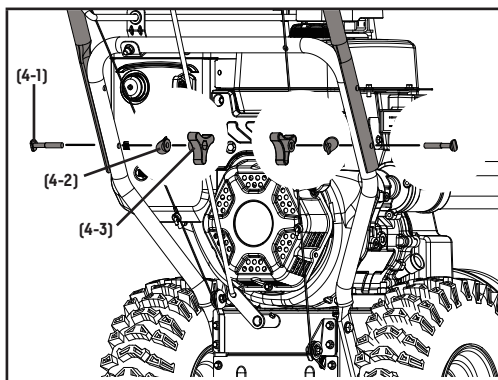

Figure 4
1. Raccordez les poignées supérieure et inférieure avec 2 boulons (4-1), 2 rondelles (4-2) et deux boutons de verrouillage (4-3) seulement au bas, mais en ne les serrant pas complètement afin de pouvoir rabattre la poignée vers le bas lors de la prochaine étape (Figure 4).